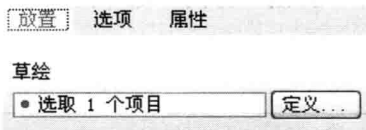
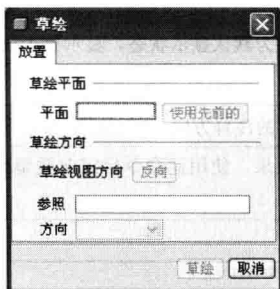
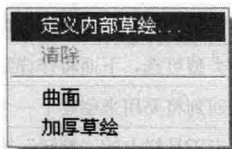

图 1-6 放置滑面板
图 1-7 【草绘】对话框
图 1-8 定义内部草绘
(2) 草绘截面。单击操控板上的“放置”按钮，系统弹出“放置”滑面板（再次单击该按钮可以关闭该面板），如图 1-6 所示。单击面板右侧的“定义”按钮，系统弹出【草绘】对话框，如图 1-7 所示。在【草绘】对话框中进行草绘平面的设置与放置后，即可进入草绘模式，或在绘图区单击鼠标右键，弹出快捷菜单，选择“定义内部草绘”，如图 1-8 所示，从而草绘拉伸的截面。